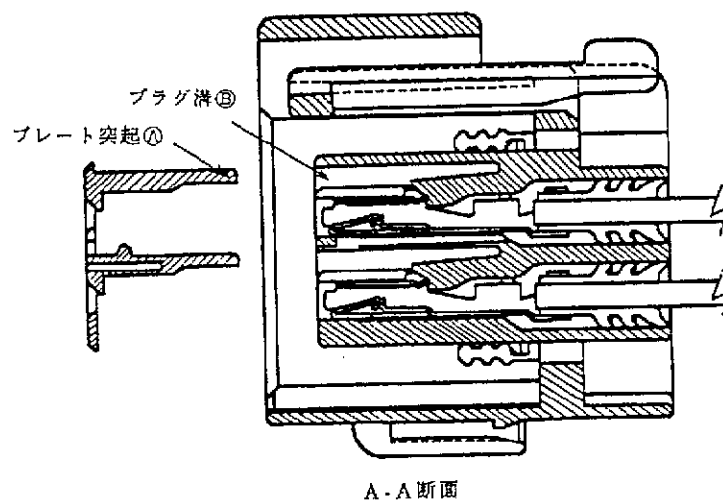
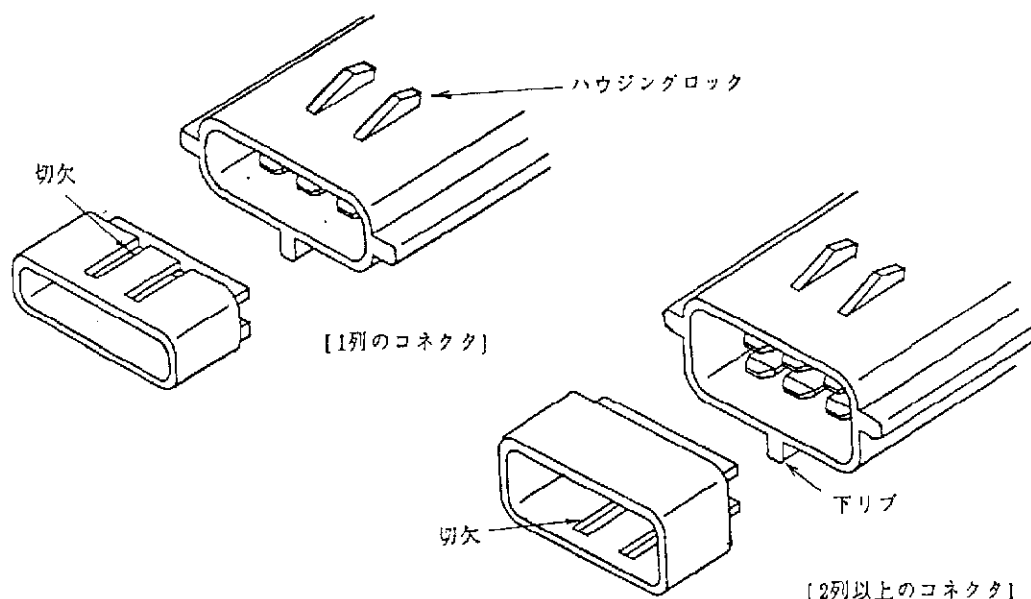

図5. プラグハウジング用プレートの方向性
図6. キャップハウジング用プレートの方向性
プラグハウジングは、図5のようにプラグハウジングの溝⑤にプレートの突起④が入るように挿入を行ってください。キャップハウジングは、図6のように1列のコネクタ (1,2,3極) はダブルロックプレートの切欠きがハウジングロック側となり又2列以上のコネクタ (4,6,8,10,12極etc,) はダブルロックプレートの切欠きがハウジングの下側となるように挿入してください。